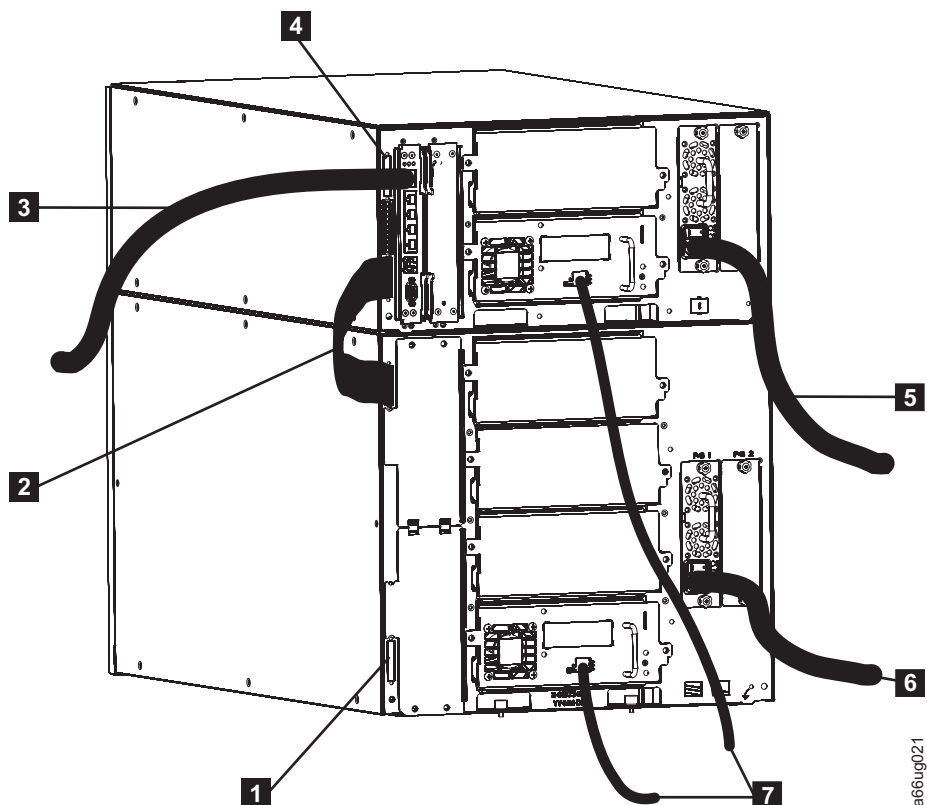

Рисунок 3-17. Подключение библиотеки 14U с накопителями fibre
1. Подключите терминатор соединения модулей к верхнему разъему верхнего модуля библиотеки (**4** на рис. 3-17).
2. Подключите один конец кабеля для соединений модуль-модуль (**2** на рис. 3-17) к нижнему разъему верхнего модуля библиотеки, а второй конец - к верхнему разъему нижнего модуля.
3. Подключите терминатор соединения модулей к нижнему разъему нижнего модуля библиотеки (**1** на рис. 3-17).
4. Подключите один конец кабеля Ethernet (**3** на рис. 3-17) к порту Ethernet платы управления библиотеки, а затем подключите другой конец кабеля к сети.
5. Подключите один конец кабеля fibre (**7** на рис. 3-17 на стр. 3-19) к накопителю fibre библиотеки, а затем подключите другой конец кабеля к сети. Повторите это действие для всех накопителей fibre библиотеки.
6. Вставьте один конец кабеля питания (**5** и **6** на рис. 3-17 на стр. 3-19) в розетку блока питания библиотеки, затем подключите второй конец кабеля к источнику питания. Повторите это действие для всех блоков питания библиотеки.
- Подключите один конец кабеля fibre (**7** на рис. 3-17 на стр. 3-19) к накопителю fibre библиотеки, а затем подключите другой конец кабеля к сети. Повторите это действие для всех накопителей fibre библиотеки.